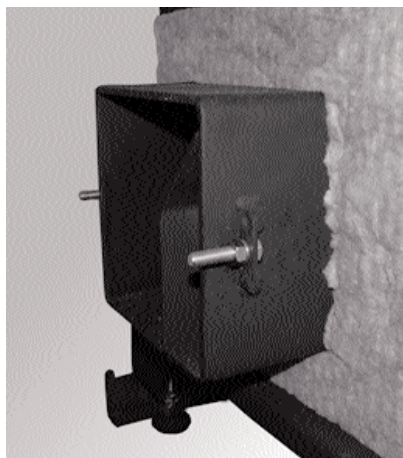

Fig. 15 - Fissare le viti sul pozzetto per pulizia.
- Fissare le viti del coperchio per pulizia sul pozzetto relativo; infilare inoltre le viti nelle fessure e con l'anello a molla e il dado stringere - Fig. 15.